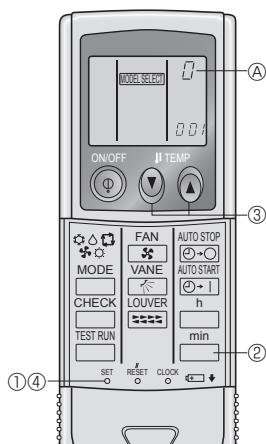

Fig. 6-4
4) Przypisywanie pilotów do poszczególnych urządzeń (Fig. 6-4)